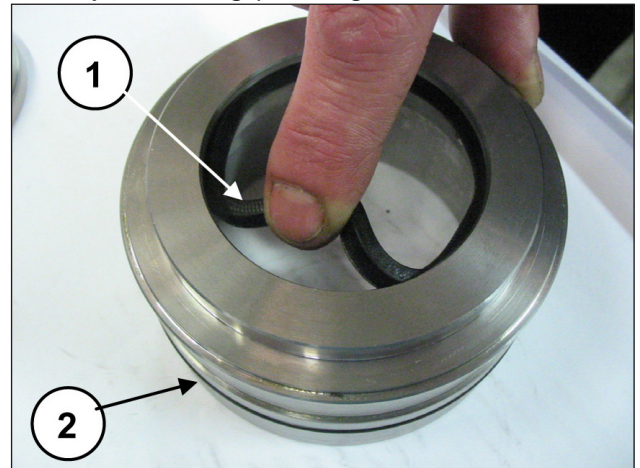

Fig. 200
Insira a junta de baixa pressão no suporte das juntas KC (pos. ①, Fig. 200) prestando atenção no sentido de montagem que prevê as bordas de estanqueidade para frente (em direção ao cabeçote) e o O-ring (pos. ②, Fig. 200).